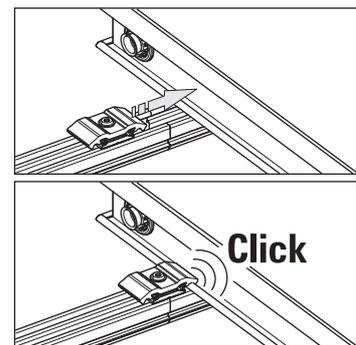

Fig. 3-25 Posizionare la piastrina di bloccaggio doppia
3. Spingere le piastrine di bloccaggio doppie sul collettore piano montato per ultimo, finché il profilato di bloccaggio non si innesta nel profilato del telaio del collettore (fig. 3-25).